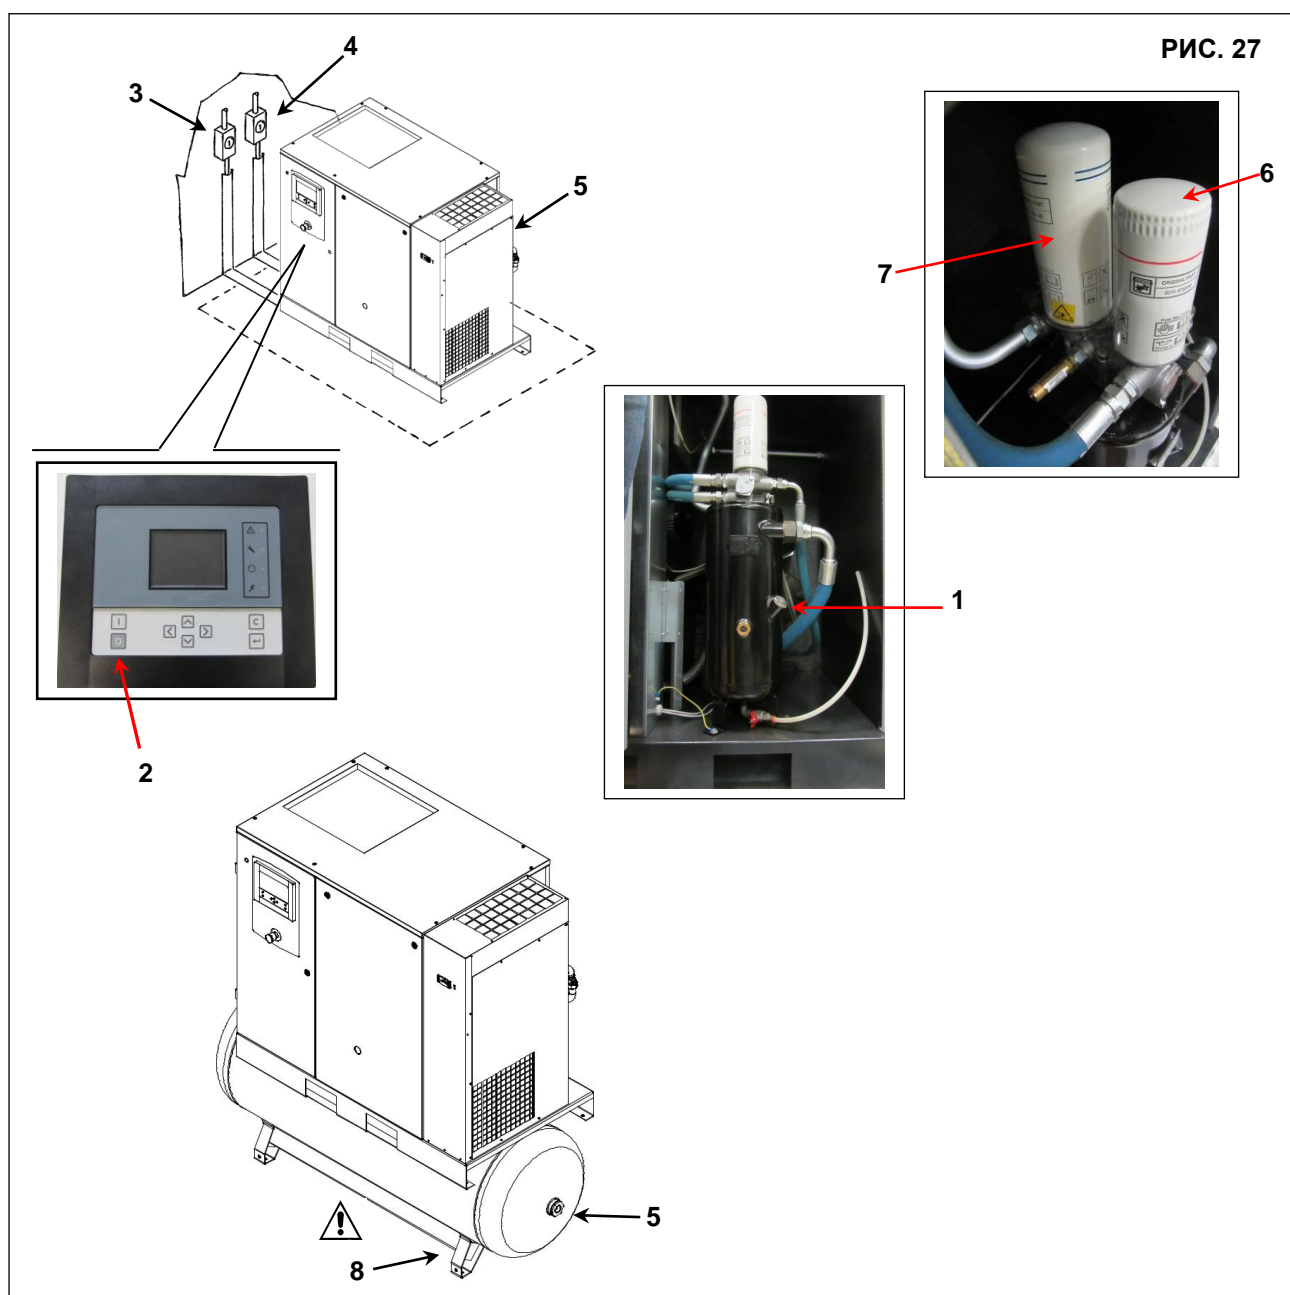

РИС. 27
- Выключите машину, нажав кнопку поз. 2 Рис. 27: таким образом машина остановится, проработав на холостом ходу примерно 30 секунд.
- Разомкните выключатель питания Поз. 3 (для винтового компрессора) и Поз. 4 (для осушителя, если имеется). Рис. 27.
- Закройте кран поз. 5 Рис. 27 (машина с и без ресивера).
- Сбросьте давление в осушителе и баке, открыв кран для слива конденсата, поз. 8 Рис. 27 (машина с баком).
- Замените масляный фильтр поз. 6 и фильтр маслоуделителя поз. 7 Рис. 27